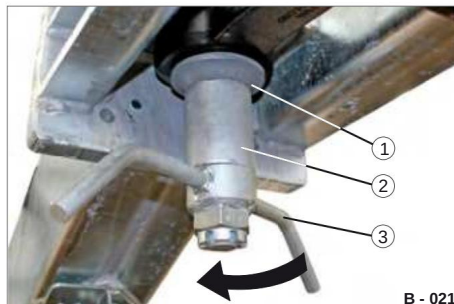

Fig. 20 Fissare l'occhiello di trazione D50 nella parte inferiore
• Inserire il supporto del disco (Fig. 20/1), il distanziale (Fig. 20/2) dal basso sulla vite di fissaggio del timone (Fig. 19/3).
• Avvitare il dado ad alette (Fig. 20/3) sulla vite di fissaggio.